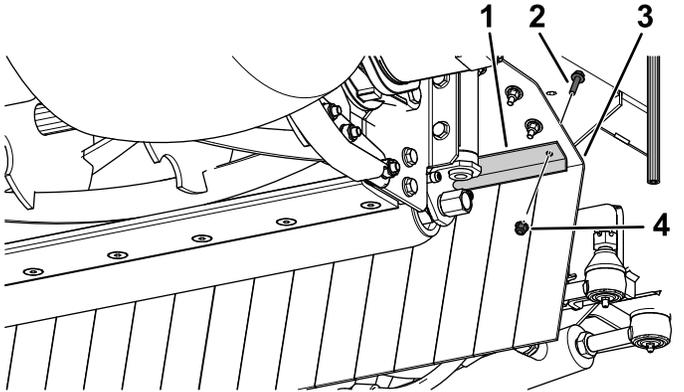

Figure 9
- Fixez la bride sur le déflecteur large à l'aide de 2 boulons à embase (6 x 25 mm) et 2 contre-écrous (6 mm), comme montré à la Figure 9.